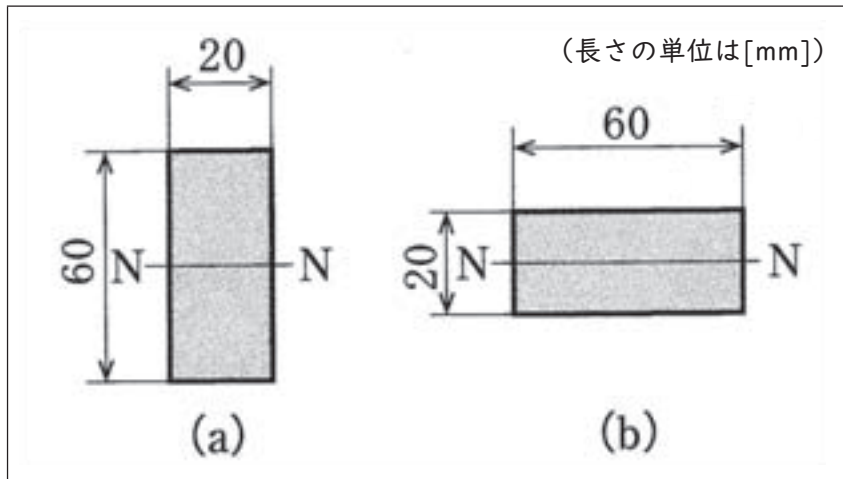

図4
(7) 次の図4に示す(a)の断面二次モーメント I_o [mm⁴]、断面係数 Z_o [mm³]と(b)の断面二次モーメント I_b [mm⁴]、断面係数 Z_b [mm³]の値として、最も適切な組合せを1～5から一つ選べ。解答番号は